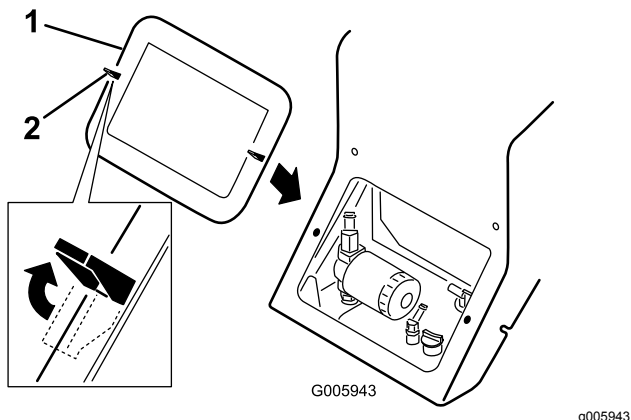

Figura 24
4. Rilasciate le 2 alette di bloccaggio (Figura 24, aletta superiore sinistra).